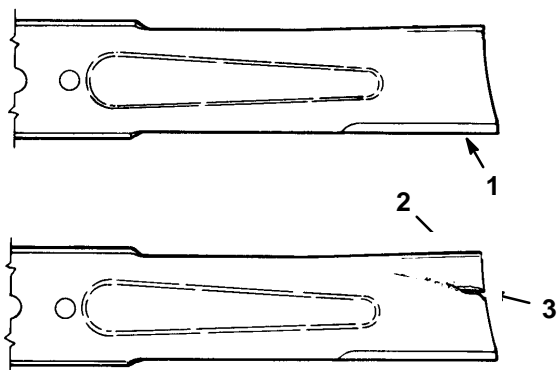

Abbildung 34
- Die Schneidkanten untersuchen (Abb. 34). Wenn die Kanten nicht scharf sind oder Kerben haben, das Schnittmesser entfernen und schärfen. Siehe “Schärfen des Schnittmessers”, Seite 39.
- Das Schnittmesser untersuchen, insbesondere den gebogenen Bereich (Abb. 34). Falls Beschädigungen, Verschleiß oder Kerbenbildung in diesem Bereich festgestellt werden (Abb. 34), muß sofort ein neues Schnittmesser angebracht werden.